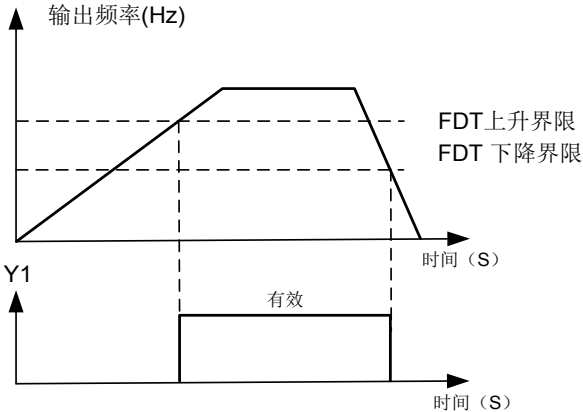

图 6-15 FDT 功能示意图
表 6-3 (1) 其对应示意图如图 6-15 (1), 表 6-3 (2) 其对应示意图如图 6-15 (2)。